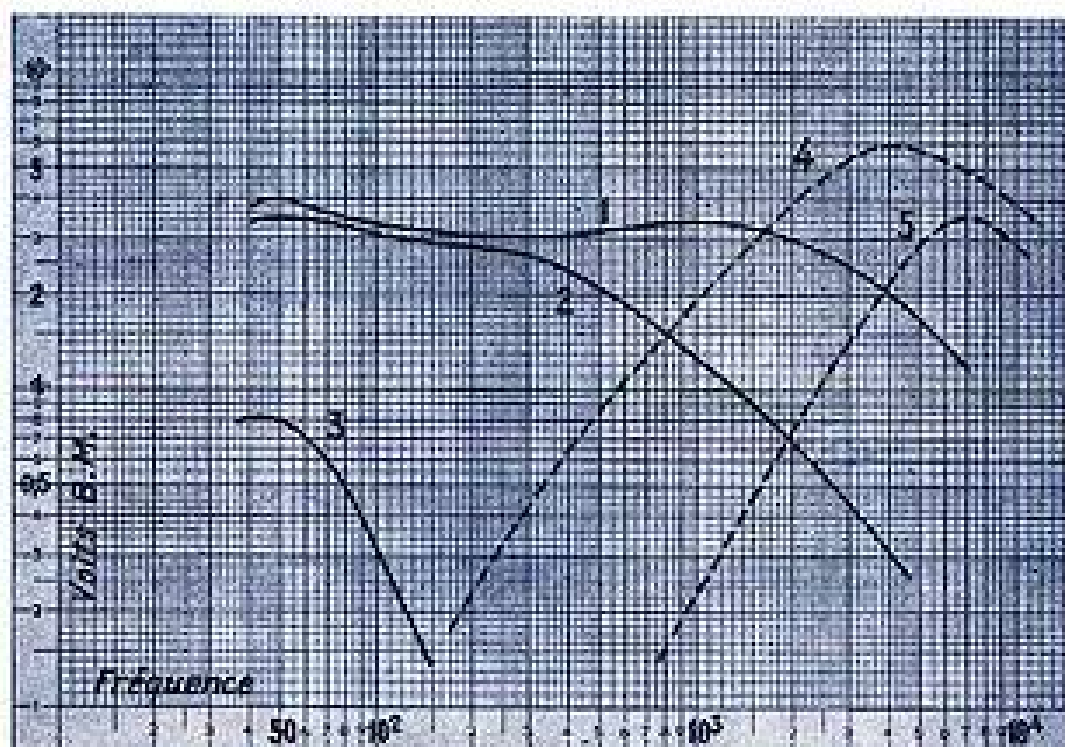

Fig. 5. — Graphique montrant la tension B.F. aux bornes de la bobine mobile des deux haut-parleurs.
- Nous avons, tout d'abord, dressé des courbes montrant la variation de la tension aux bornes de la bobine mobile ; c'est le graphique de la figure 5. Les courbes que nous y voyons sont les suivantes :
La Haison à transformateur a comme principal défaut le poids et l'encombrement, et à moins que le transformateur ne soit de qualité, la musicalité de la H.F. n'est guère brillante. Tout de même, comme dans la plupart des cas un transformateur est élévateur, cela donne une tension de sortie plus grande qu'avec un montage à résistances. Nous voyons (fig. 5) notre monolampe auquel on a adjoint une lampe 1T4 avec Haison par transformateur (rapport 1/3).